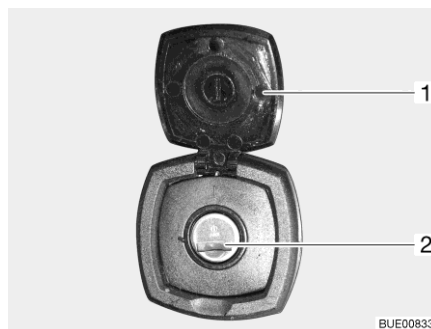

Fig. 63 Serratura dello sportello, quadrata
- Aprire la copertura (Fig. 63,1).
- Inserire la chiave nel cilindro della serratura (Fig. 63,2) e ruotare di un quarto di giro.